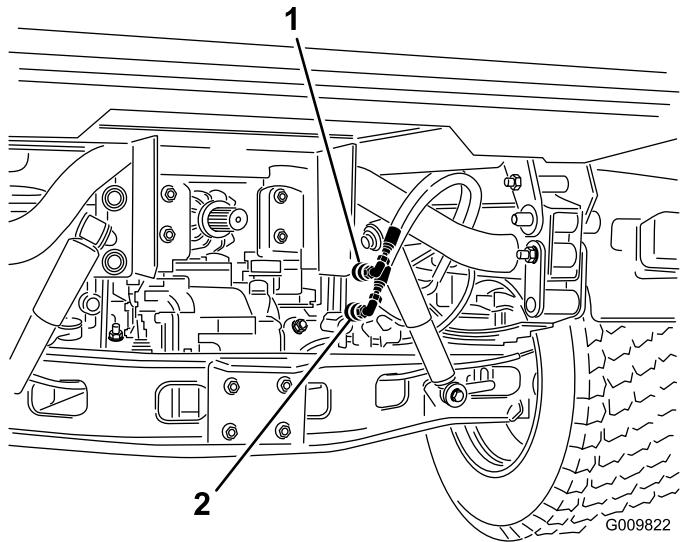

図 75
2. それぞれの車両で、クイックカップラ・ホース（2本）を、カップラ・ブラケットのホースから外す（図 75）。